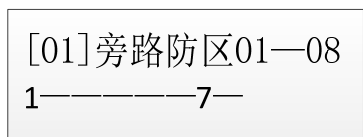
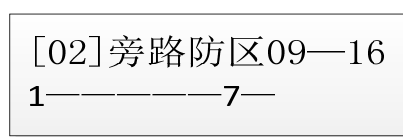

图 1-3
图 1-4
**例如:** 屏幕如图 1-3 显示, 表示防区 1、防区 7 被旁路, 防区 2~防区 6、防区 8 没有被旁路; 如图 1-4 表示防区 9、防区 15 被旁路, 防区 10~防区 14、防区 16 没有被旁路。